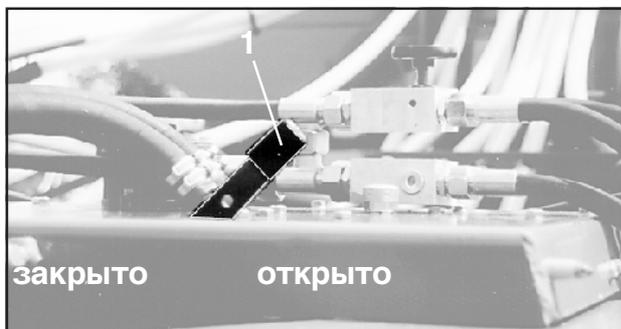

Рис. 10.1
- Открыть **блочный кран** (рис. 10.1/1, позиция "открыто").